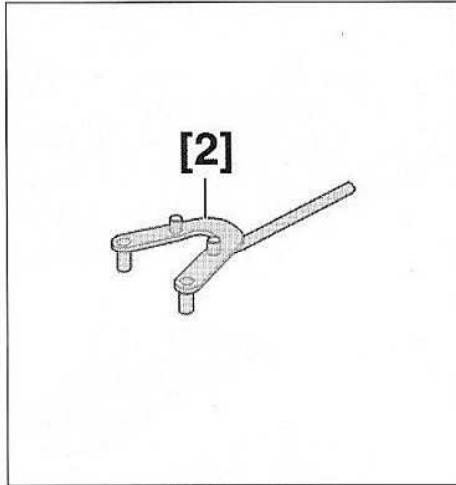

FIG.69
- [2]. Outil de maintien de la roue dentée d'arbre à cames (référence : 0132-AA) (Fig.69)